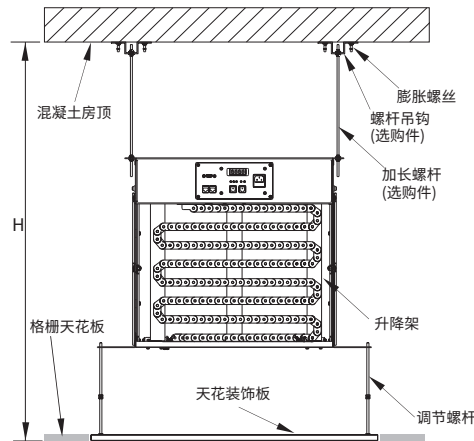

图4 较高天花的安装方式
- B. 如果  $H > H1$  (假设H2调至最长状态)，则需要通过加长螺杆 (选购件) 来安装，见图4。